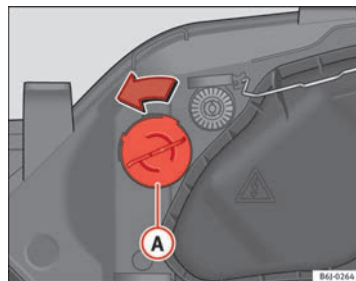

Fig. 165 Feu clignotant
- Tournez la douille d'ampoule → fig. 165 **A** vers la gauche puis tirez.